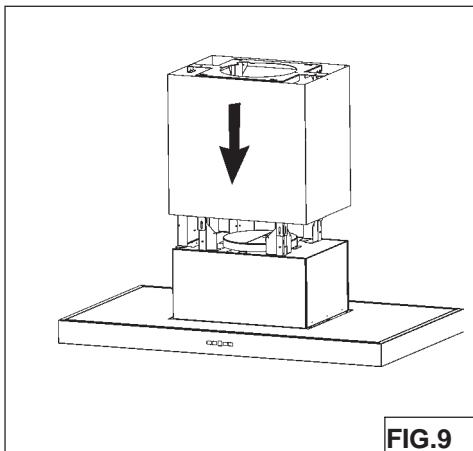

FIG.9
- Introduire le conduit supérieur à la structure de support (Fig. 9).
- Monte la campana al techo con los (4) tornillos 6x70mm instalados previamente. Apriete estos tornillos. Instale (2) tornillos de 6x70mm adicionales, como se muestra en la ilustración. Asegúrese de que todos los (6) tornillos estén firmes.
- Fixez la hotte au plafond et installer le (2) vis supplémentaires (6x70mm).